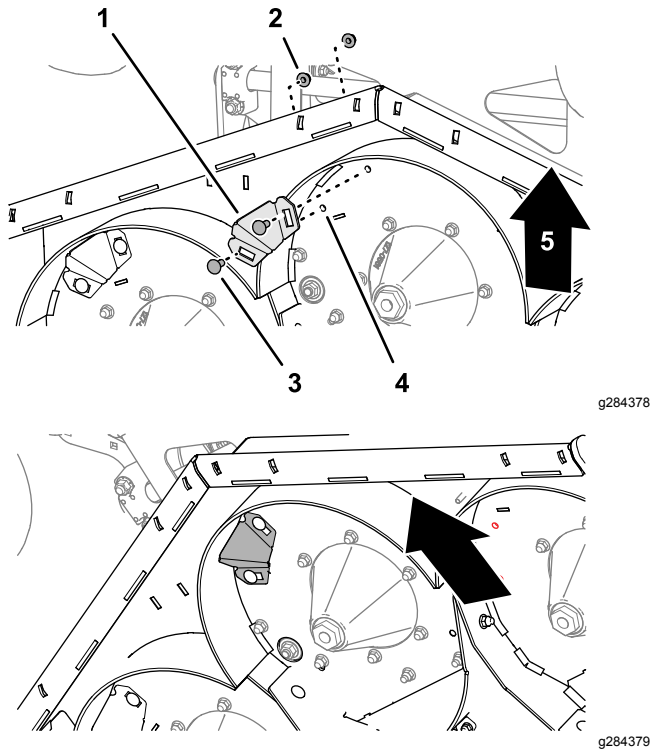

Bild 26
3. Richten Sie in der Mitte des Mähwerks die Schlitzte im Anschlussstück des Ablenklechs mit den beiden 10 mm Löchern aus, die Sie in das Mähwerk gebohrt haben (**Bild 26**).
4. Befestigen Sie die Anschlussstücke der Ablenkleche mit zwei Schlosssschrauben ($\frac{3}{8}$ " x 1") und zwei Sicherungsbundmuttern ($\frac{3}{8}$ ") am Mähwerk (**Bild 26**).